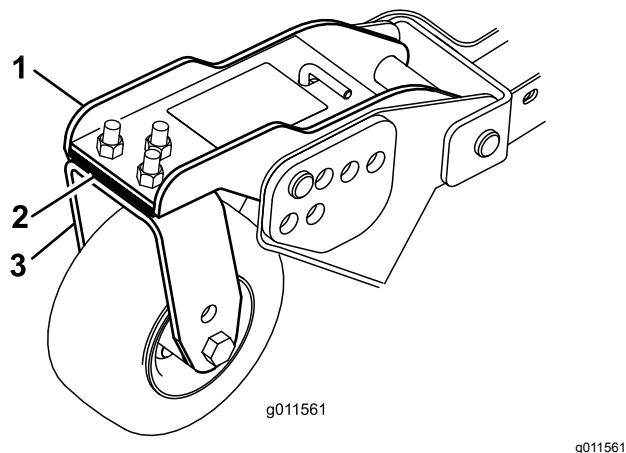

Figura 34
finché l'altezza di taglio non corrisponde al valore riportato sull'adesivo (Figura 34).
3. Se il bordo interno dell'apparato di taglio laterale è troppo alto rispetto al bordo esterno dell'apparato di taglio anteriore, togliete uno spessore dalla base del braccio della ruota orientabile anteriore interna dell'apparato di taglio laterale (Figura 34).